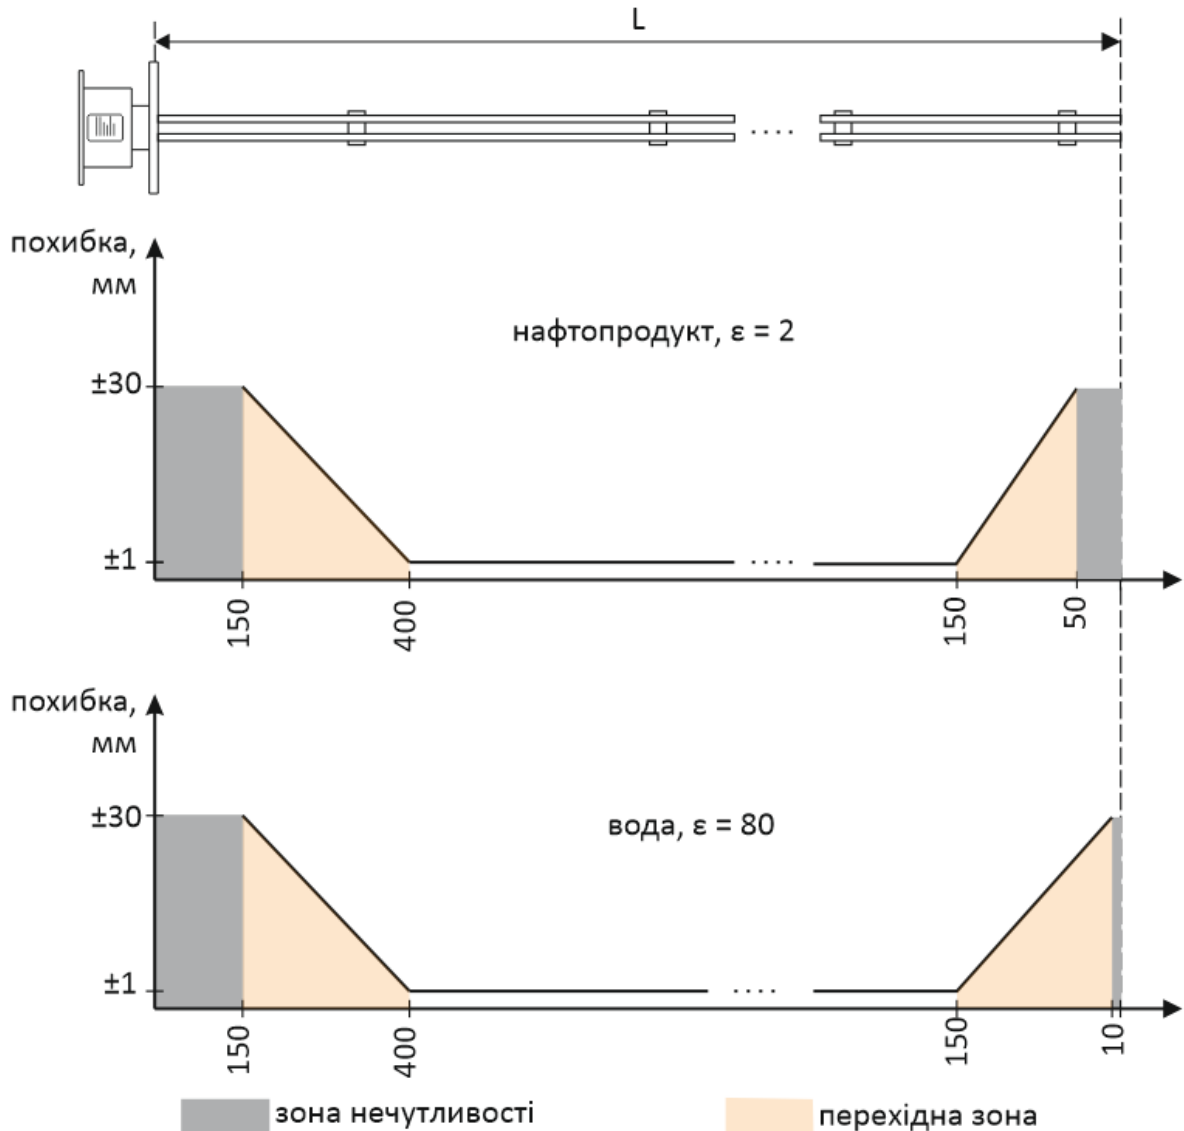

Рис. 4 - Похибка вимірювання MIRA + в межах діапазону вимірювань для різних середовищ (рівнемір для скраплених під тиском газів)
*На рис. 4 показані допустимі значення похибки в межах діапазону вимірювань, межі перехідних зон і зон нечутливості по відношенню до*